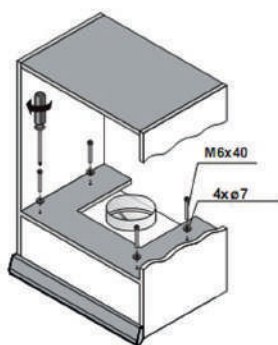

Рис. 3
3. С помощью винтов с шайбами с монтажного комплекта и отвертки прикрепите вытяжку к шкафу. (Рис. 3)